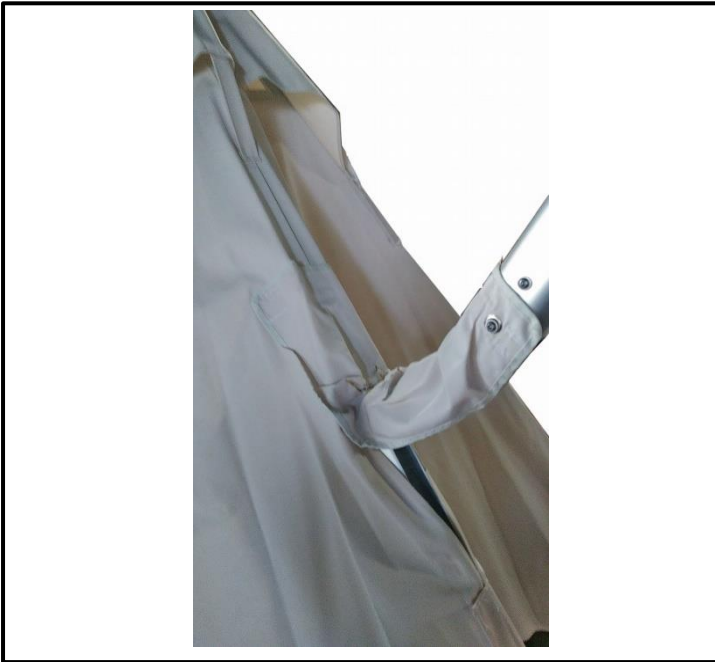

図.11
- ① 両方のネジを締めて固定して図.11のような状態になりましたら当て布(E)の取付けは完了です。(図.11)